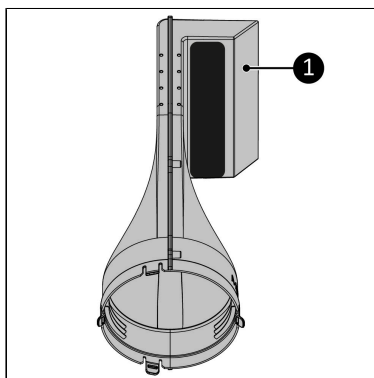

Figura 95.
3. Așezați ieșirea în fața dvs. Asigurați-vă că deschiderea rotundă este orientată spre dvs. (Figura 95).
4. Asigurați-vă că orificiul de evacuare a aerului (Figura 95, nt. 1) este orientată spre dreapta.